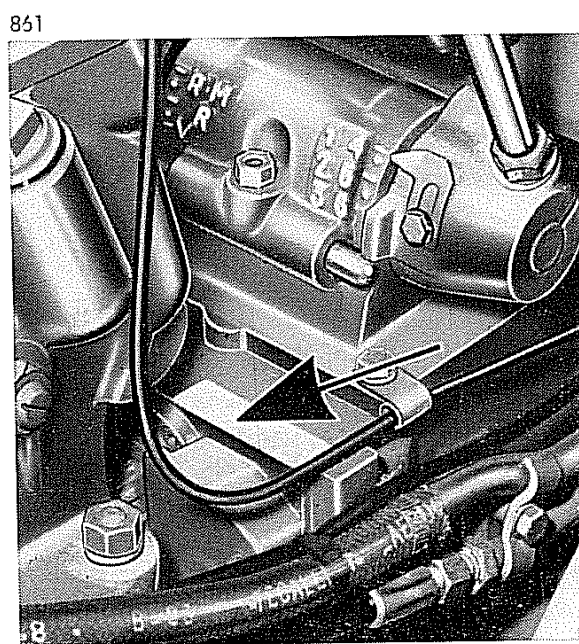

Fig. 37 - Identificazione Motoagricola
N.B. - La sigla del modello, la serie e il numero della Motoagricola si trovano stampigliati sull'apposita targhetta metallica oppure nel punto indicato dalla freccia in fig. 37